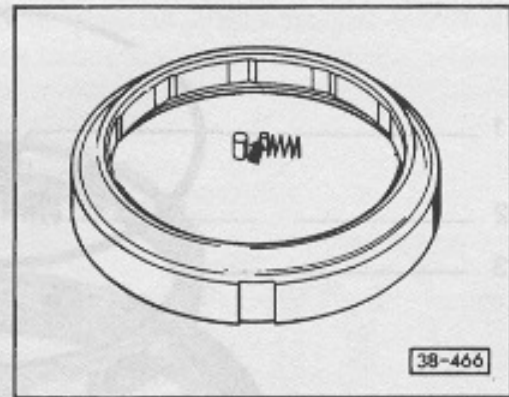

Abb. 3 Federn und Walzen einbauen
- Einbaulage des Käfigs – Abb. 3